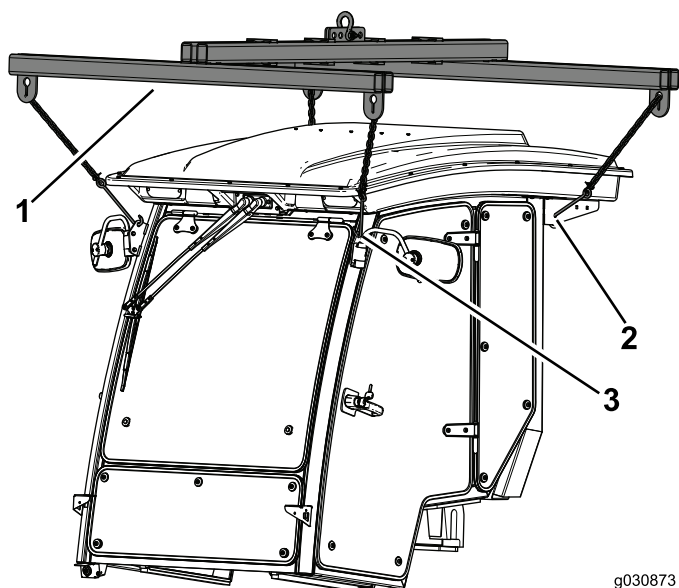

Рисунок 26
2. Используйте 4 точки подъема, чтобы удерживать кабину над машиной (Рисунок 26).